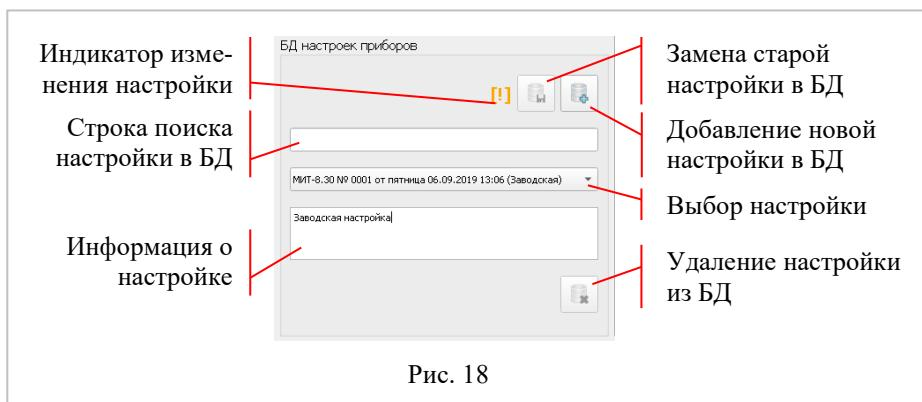

Рис. 18
4.2.14.2 «База данных с настройками», рис. 18